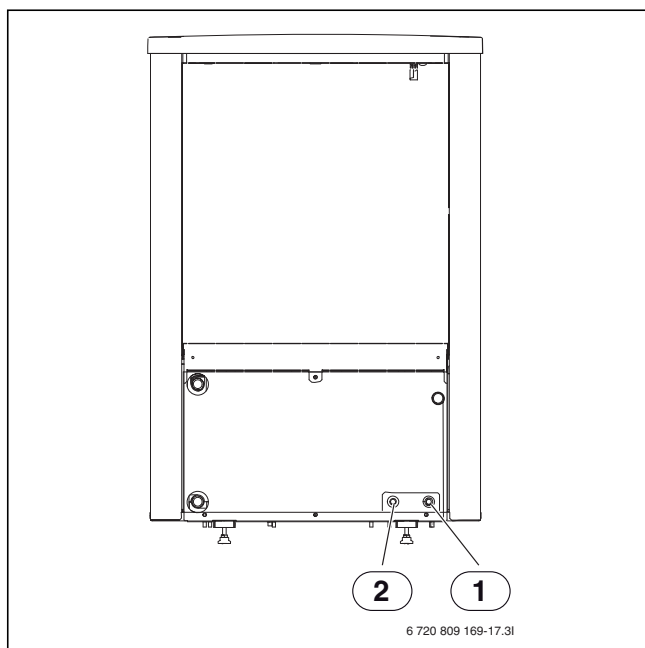

Рис. 83 Кабельные подключения, тыльная сторона теплового насоса
- Проведите соединительные кабели через ввод для кабелей (→ [1] and [2], Рис. 83 и 84). При необходимости используйте буксировочный трос.